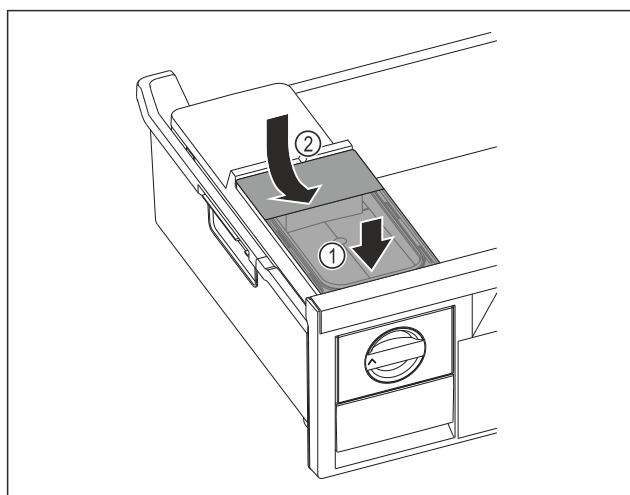

Fig. 98
- Установите бак для воды спереди Fig. 98 (1)
- Опустить бак для воды сзади Fig. 98 (2)